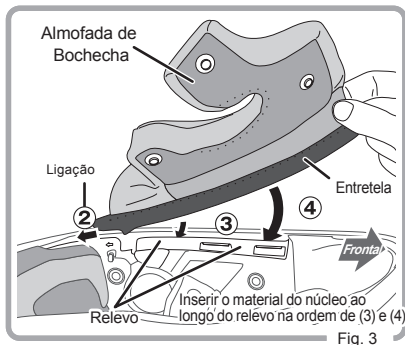

Fig. 3
2. Introduzir a ponta da entretela por detrás da almofada da bochecha na parte de inserção. (Levantar um pouco o rebordo de borracha para encontrar a inserção). (Fig. 3)
- 3-4. Introduzir a entretela ao longo da abertura. (Fig. 3)